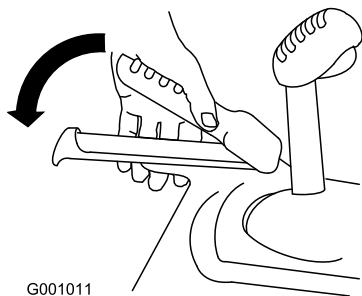

Figura 33
1. Para engatar a transmissão da tracção, aperte a alavanca do lado esquerdo (tracção) para a pega (Figura 33).